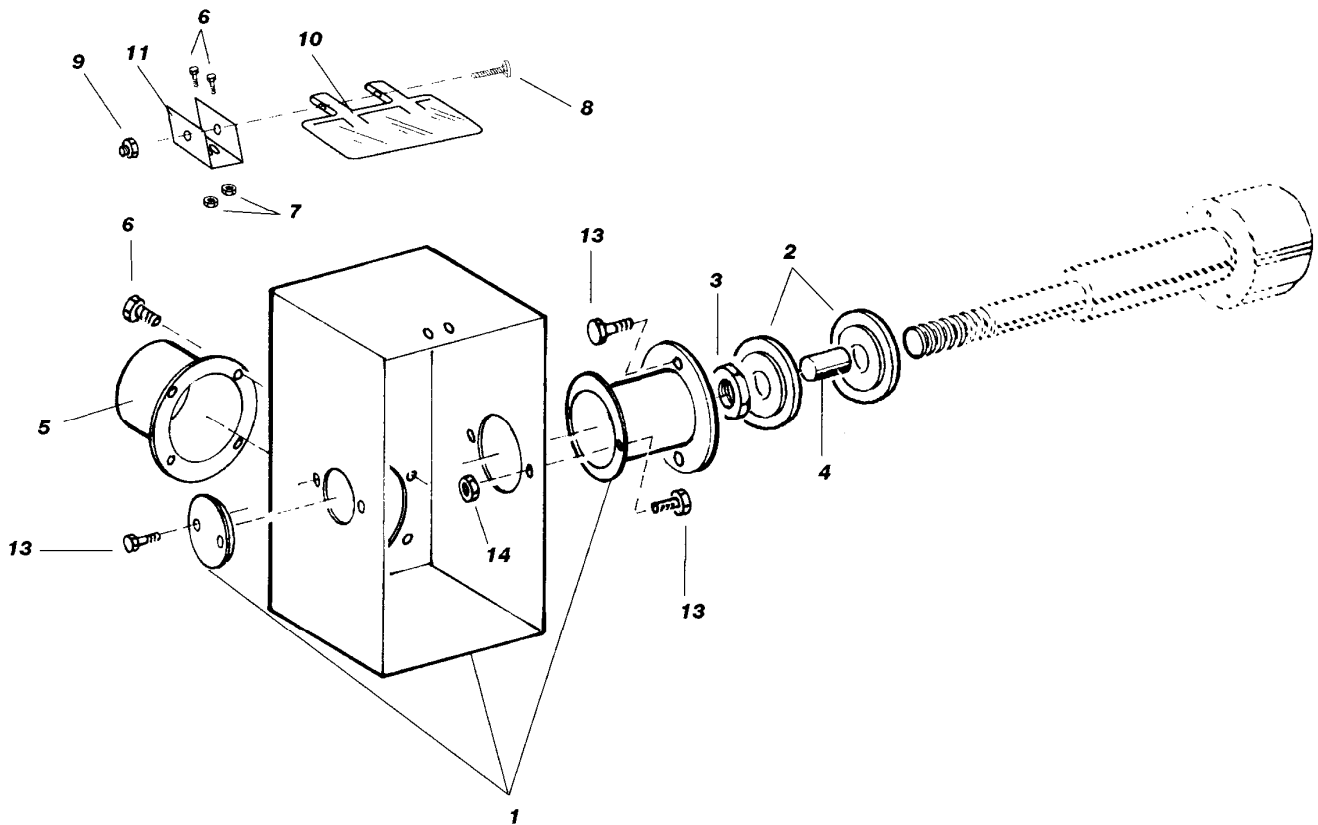

Figure 3
3. Dévisser l'écrou de meule (3 fig.3) avec une clé plate.
4.  L'écrou de brosse côté gauche (3 fig.3) possède un filetage pas à gauche, ce qui implique un desserrage dans le sens des aiguilles d'une montre.
5. Démontez le flasque extérieur de brosse (2 fig.3).
8. Remonter le flasque extérieur de brosse (2 fig.3).
9. Revisser et bloquer fermement, mais sans exagération, l'écrou de serrage (3 fig.3). En effet, celui-ci tend à se bloquer par sa propre inertie.